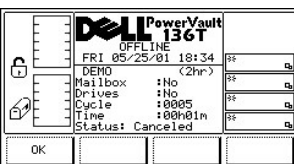

图 112. 维修 > 磁带库 > 自检 > 示范使用时间 > 取消对话框
- 1 如果按下**取消**软键下方的按钮，将会显示图 112。